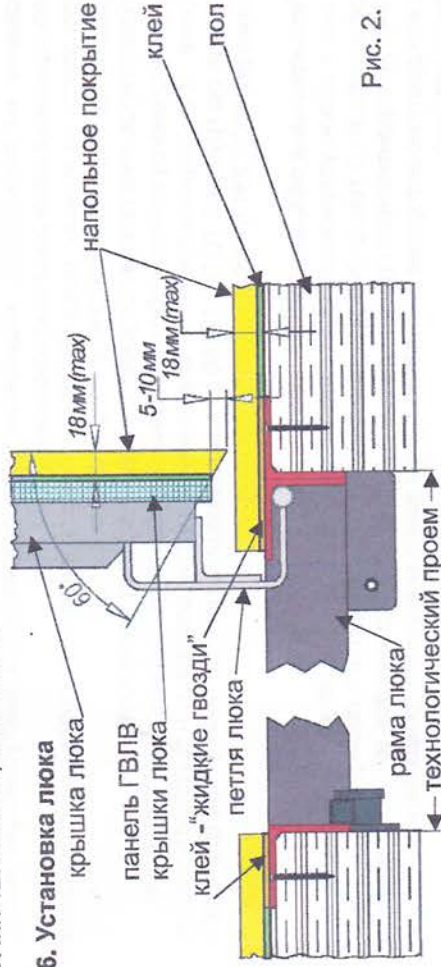

Рис. 2.
- Поверхность крышки люка должна быть на одном уровне с поверхностью подстилающего слоя пола (стяжки), Рис. 2.